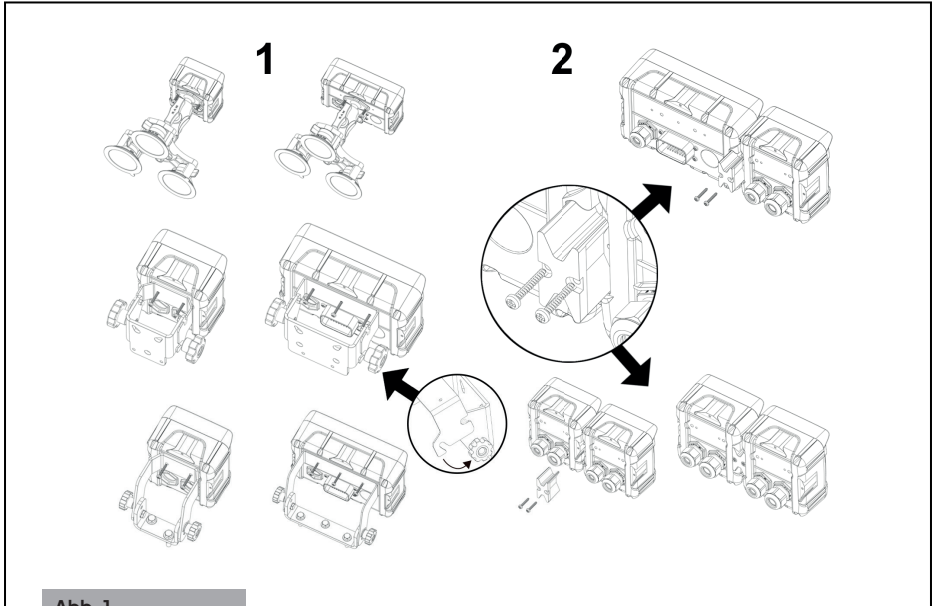

Abb. 1
Montage der Steuereinheit (Abb. 1)
Befestigen Sie die Steuereinheit mithilfe der Halterung in der Nähe des Fahrersitzes an einer sichtbaren und geschützten Stelle. Die Bedienelemente müssen leicht zugänglich sein und dürfen die Sicht auf den Fahrersitz nicht beeinträchtigen (1, Abb. 1).
HINWEIS: Es ist möglich, das hydraulische Steuergerät mit den Spritzsteuergeräten zu kombinieren. Verwenden Sie den Kupplungsriegel für die Verbindung (2, Abb. 1).
Anschließen der optionalen elektrischen Box (Abb. 1)
1. Befestigen Sie das optionale Gehäuse an der Hauptbaugruppe und ziehen Sie die Schrauben (2, Abb. 1) fest ;